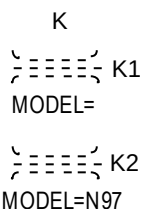

Рис. 5.11 – УГО магнитного сердечника
5.2.4 Взаимная индуктивность и магнитный сердечник (K) (рис. 5.11)